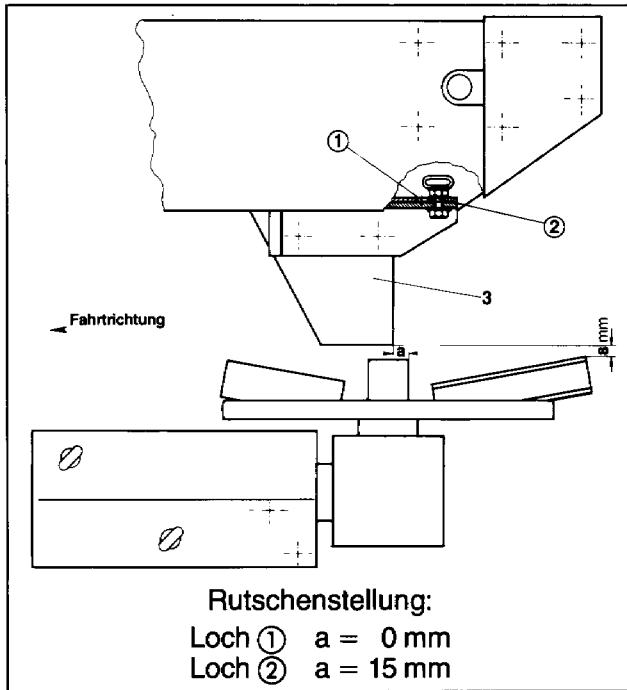

Fig. 3
bei Befestigung im Loch (2) 15 mm (siehe Fig. 3)